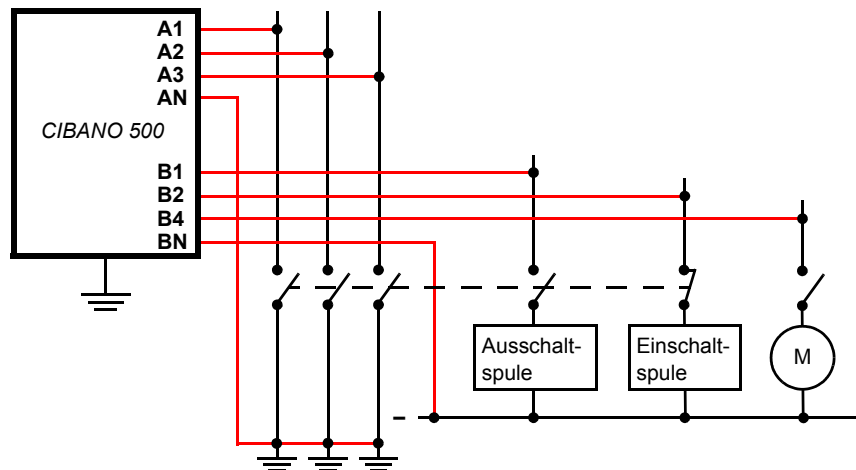

Abbildung 17-7: Anschluss des CIBANO 500 am Leistungsschalter für die Prüfung des Zeitverhaltens
- Schließen Sie das CIBANO 500 wie in Abbildung 17-7: "Anschluss des CIBANO 500 am Leistungsschalter für die Prüfung des Zeitverhaltens" gezeigt an den Leistungsschalter an.